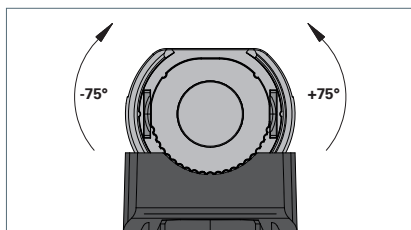

Fig. 4: Leuchte ausrichten zwischen -75° bis +75°.
- ▶ Drehen Sie die Leuchte in einem Winkel zwischen -75° bis +75°, bis der Arbeitsbereich optimal beleuchtet wird, siehe Fig. 4.